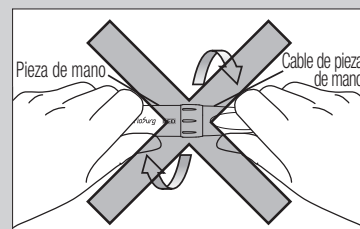

Fig. 22
- La pieza de mano no se puede retirar del cable de pieza de mano. Retirar o torcer la pieza de mano podría causar daños en los componentes internos y fallos en el dispositivo. (Fig. 22)